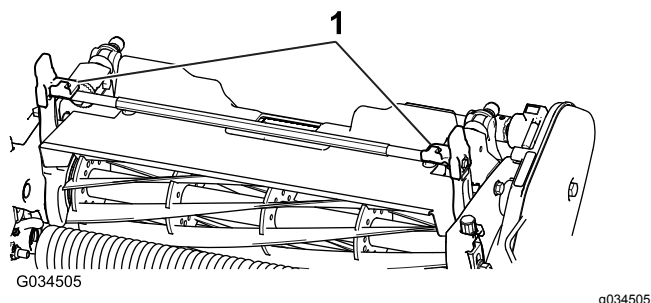
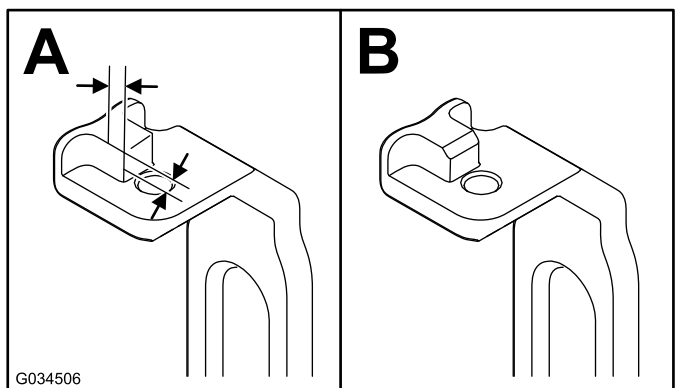

図 4
図 5
2. 左右のピッチアーム 図 4 で、タブのコーナー部を 2.3 mm 削って 図 5 のようにする。